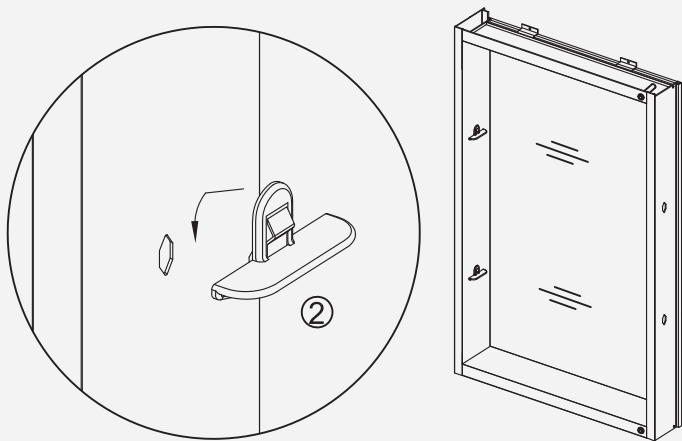

Fig 16
1. Inserte el clip transparente del estante en la ubicación del agujero correspondiente, utilizando 2 clips por estante (Fig 16).